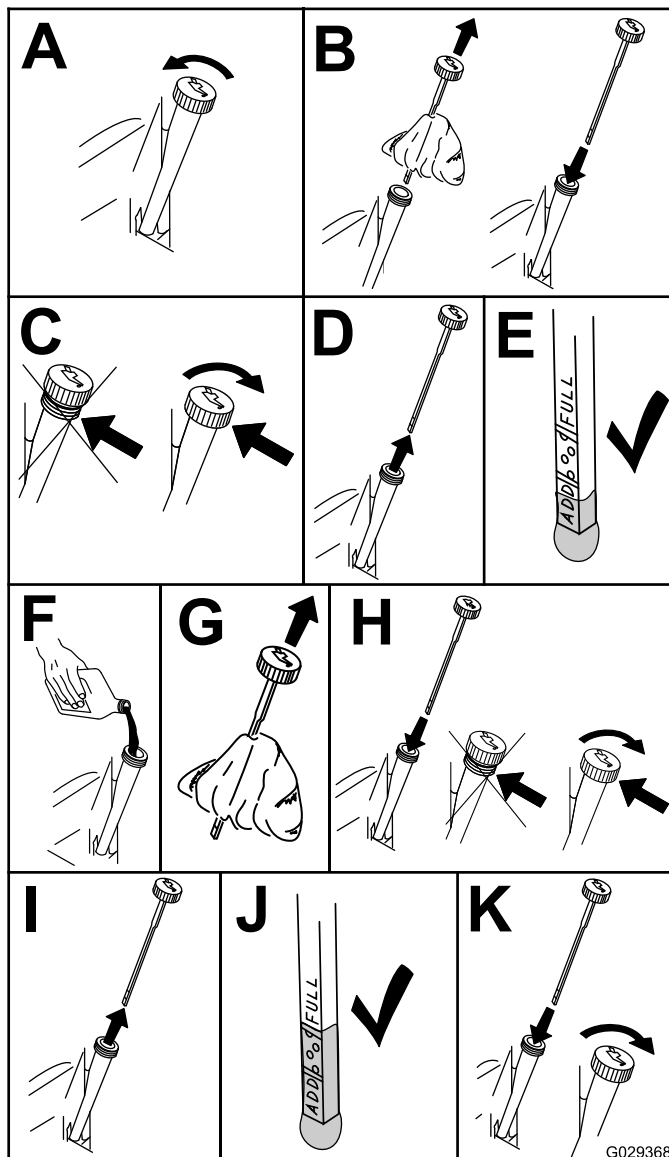

Figure 29
4. Contrôlez le niveau d'huile moteur (Figure 29).